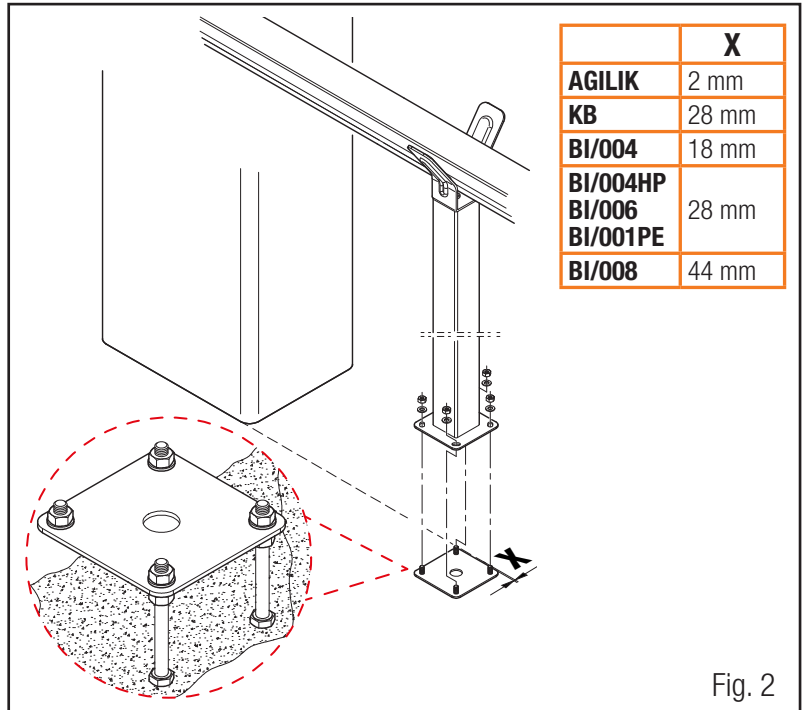

Fig. 2
4. Dopo la completa presa del calcestruzzo svitare i 4 dadi superiori con rondelle e fissare con essi l'appoggio fisso serie BAFS (Fig.2).
4. Nach dem vollständigen Aushärten des Fundaments, entfernen Sie die oberen 4 Muttern und Beilagscheiben und befestigen die fixe Auflagestütze Serie BAFS (Bild 2).
4. Après la prise complète du béton dévisser les 4 écrous supérieurs avec rondelles et fixer l'appui fixe série BAFS (Fig. 2).
4. Después de la solidificación del hormigón, desatornillar las 4 tuercas superiores con arandelas y fijar con estos el apoyo fijo serie BAFS (Imagen 2).